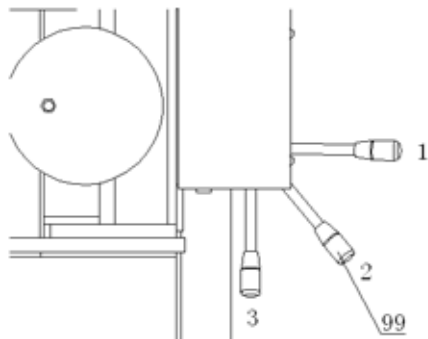

Figure 8
Tourner le levier du tiroir de distribution et le placer à la position 2 (se reporter à la Figure 8).
Tourner le levier (99) du tiroir de distribution à la position 3 (se reporter à la Figure 8) et vérifier si le vérin fonctionne correctement. Si c'est le cas, la purge d'air est terminée. Sinon, répéter les étapes 15.1.1~15.1.2
Tourner le levier de manœuvre (50) du tiroir de distribution à la position 2 (se reporter à la Figure 8).
Tourner le levier (99) du tiroir de distribution à la position 3 (se reporter à la Figure 8) et vérifier si le vérin fonctionne correctement. Si c'est le cas, la purge d'air est terminée. Sinon, répéter les étapes 15.1.1~15.1.2.
Tourner le levier de manœuvre (99) du tiroir de distribution à la position 2 (Fig. 8) et appuyer sur la pédale pneumatique (P54) en laissant le moteur pneumatique fonctionner pendant plus de deux minutes.
Tourner la poignée de manœuvre (99) à la position 3 (Fig. 8) et appuyer sur la pédale pneumatique (54) en laissant le moteur pneumatique fonctionner et en vérifiant si le vérin fonctionne correctement. Le cas échéant, la purge est terminée. Sinon, répéter les étapes données aux rubriques 15.3.1~15.3.2.
Tourner la poignée (99) du tiroir de distribution à la position 3 (Fig. 8).
Tourner le levier de manœuvre (99) du tiroir de distribution à la position 1 (Figure 8).
Tourner la poignée (99) du tiroir de distribution et la placer à la position 3. Appuyer ensuite sur la pédale pneumatique (P54). Les deux moteurs pneumatiques fonctionneront simultanément et la tige du piston se déploiera rapidement. Lorsque le support cannelé se trouve près de la pièce à presser, on peut passer en mode manuel. (fig. 8 and 9)